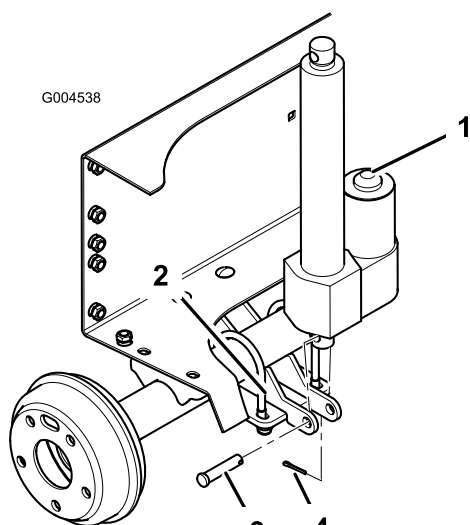

図 6
6. クレビス・ピンとコッター・ピンで、昇降アクチュエータの下端を昇降シリンダのサポートに取り付ける。各コンポーネントは 図 6 のように配置する。